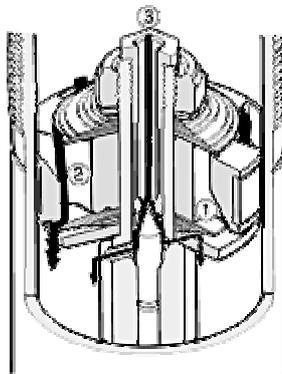

Figura 17. Flujo de aceite a través del pistón durante la carrera de compresión
- **Carrera de compresión (Figura 17):** A diferencia del bitubo el amortiguador monotubo no tiene cámara de reserva. El problema de ubicar el aceite que ocupa el espacio tomado por el vástago al penetrar se soluciona con una cámara de volumen variable. Mediante el pistón flotante se consigue dividir la cámara interior en dos zonas. Una la del aceite, y otra rellena de gas presurizado a una presión que oscila entre 20 y 30 bares. Al empujar el vástago hacia dentro, la presión que ejerce el aceite sobre dicho pistón flotante hace que la zona del gas se comprima, aumentando la presión a ambos lados (gas y aceite). Asimismo el aceite se ve obligado a pasar a través de las válvulas del pistón. La fuerza de amortiguamiento viene dada por la resistencia que oponen dichas válvulas al paso del aceite.
Tanto en la Figura 17 como en la 18 se observa la división que se produce en el flujo del aceite según vaya por el paso permanente (3) o por las válvulas de apertura por presión (1) y (2).